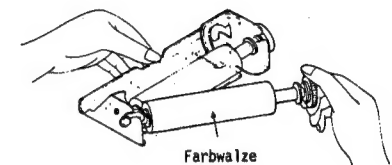

Fig. 7
3. Alte Farbwalze herausnehmen und neue Farbwalze einsetzen (Abb. 7).